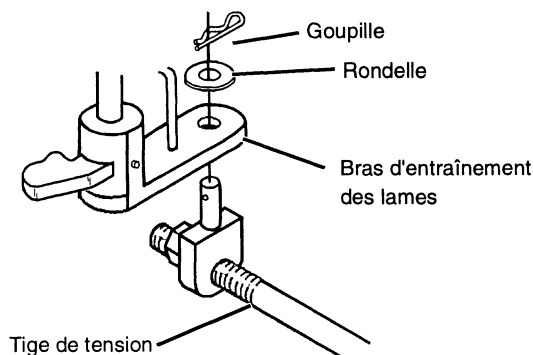

FIGURE 50
- Fixer la tige de tension sur le bras d'entraînement des lames au-dessous du tracteur avec une rondelle et une goupille (voir Fig. 50).